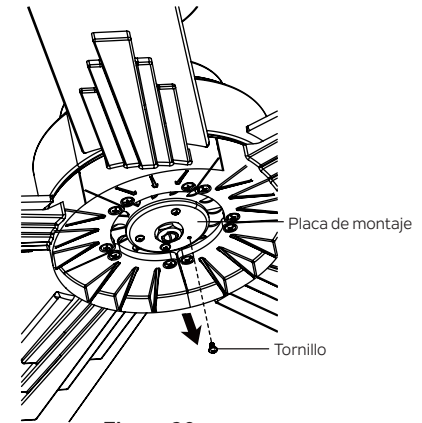

Figura 20
Paso 1. Retire el tornillo marcado con una etiqueta de punto marrón en la placa de montaje y guárdelo para su uso posterior. Afloje los otros dos (no los quite). (Figura 20)